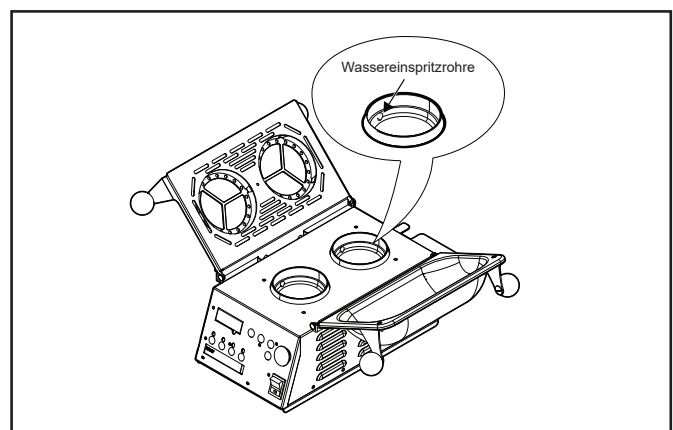

Abb. 7. Wassereinspritzrohre
1. Nach dem Abkühlen des Gerätes, eine aufgebogene Büroklammer in die Öffnung des Wassereinspritzrohrs bis zu einer Tiefe von maximal 4 cm (1 1/2 Zoll) einführen (Abb. 7).